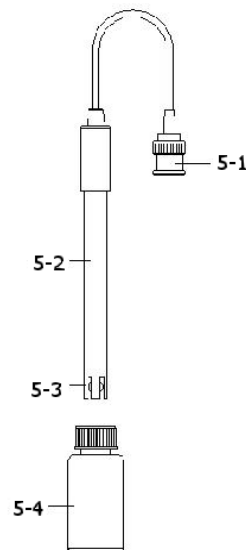

Fig. 2
- 2) Prepare el electrodo de pH (opcional), introduzca el "enchufe de la sonda" (5-1, Fig. 2) en la "toma de entrada de pH/BNC" (3-16, Fig. 1).
- 4) Sujete el "Mango del Electrodo" (5-2, Fig. 2) con una mano e introduzca totalmente "la cabeza del sensor" en la solución a medir mientras mueve suavemente el electrodo (5-3, Fig. 2).
- Cuando ya no use el Electrodo, deberá introducir "la cabeza del electrodo" (5-3, Fig. 2) en el "Bote de protección" (5-4, Fig. 2)**
1) Prepare el electrodo de pH (opcional), instale la "toma/enchufe de la sonda" (5-1, Fig. 2) en el "enchufe de pH/BNC" (3-16, Fig. 1).
4) Sujete el "Mango del Electrodo" (5-2, Fig. 2) con una mano e introduzca totalmente "el cabezal del sensor" en la solución a medir mientras mueve suavemente el electrodo (5-3, Fig. 2). En la pantalla aparecerá el valor de pH.